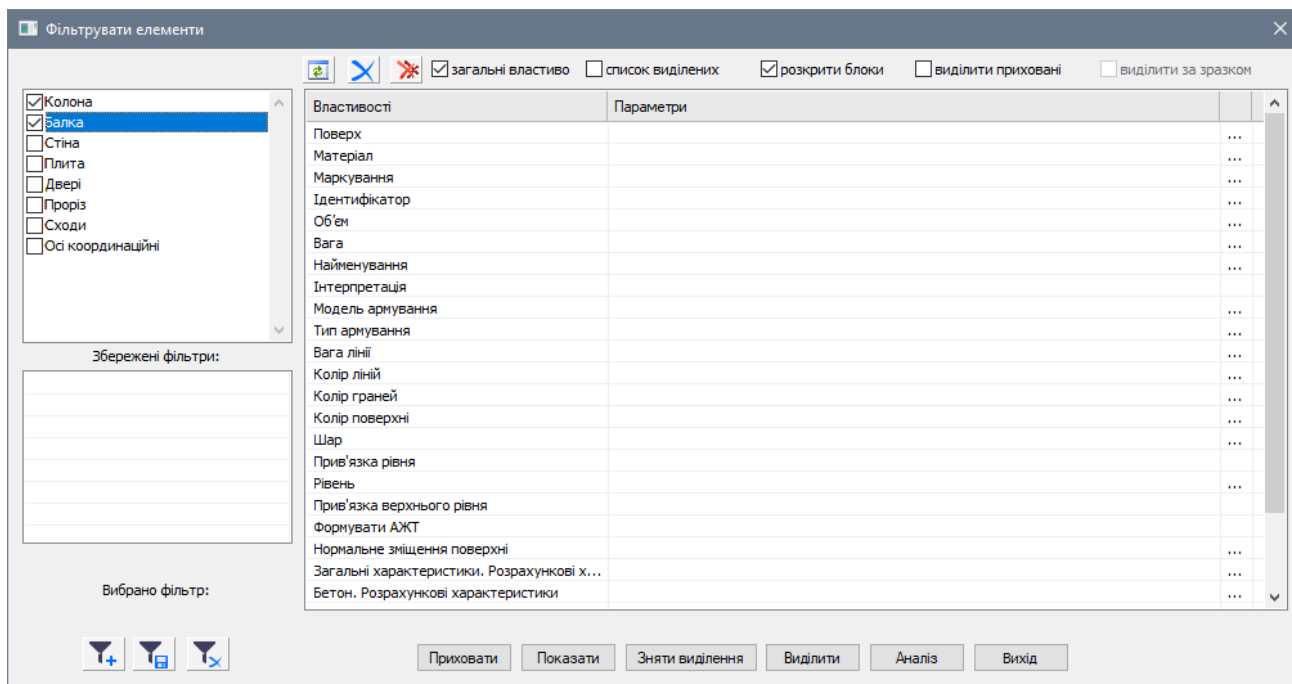

Рис. 27.35. Діалогове вікно **Фільтрувати елементи**
- Викличте діалогове вікно **Фільтрувати елементи** (рис. 27.35) натисканням по кнопці **Фільтр** на панелі інструментів **Візуалізація**.